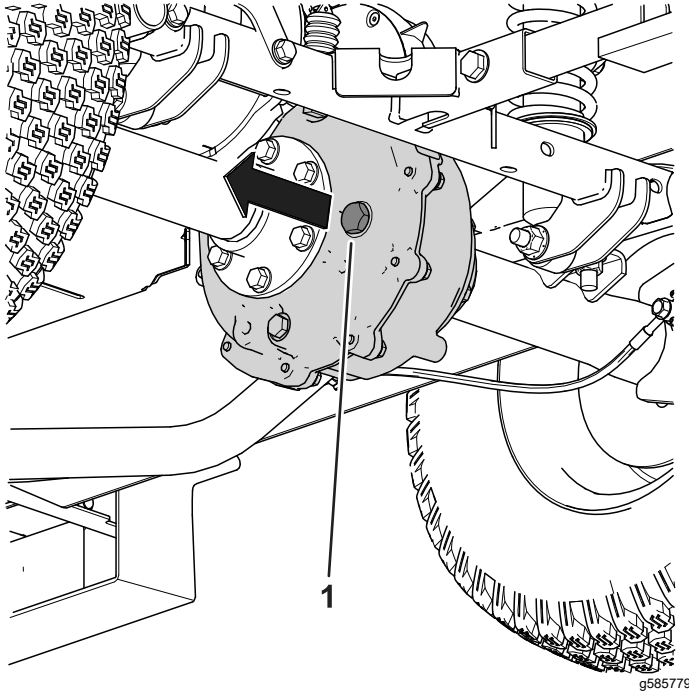

Bild 53
1. Entfernen Sie die Füllschraube am Getriebe (Bild 53).
2. Wenn der Ölstand niedrig ist, nehmen Sie die Füllschraube ab und füllen Sie die angegebene Ölart wie unter [Wechseln des Getriebeöls (Seite 50) angegeben] ein, bis das Öl aus dem Loch ausläuft (Bild 53).